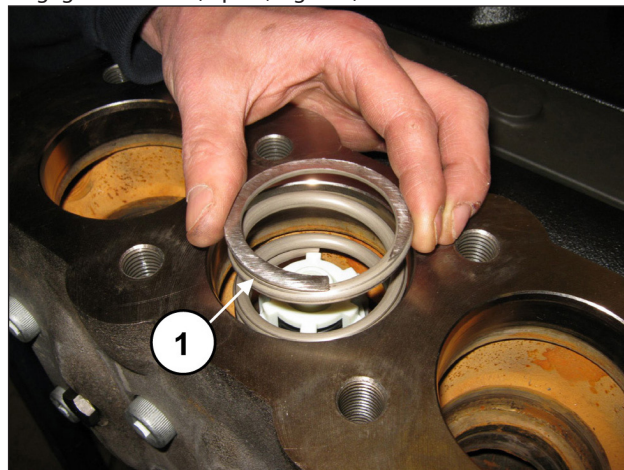

Fig. 103
Dégager le ressort (rep. ①, Fig. 103).